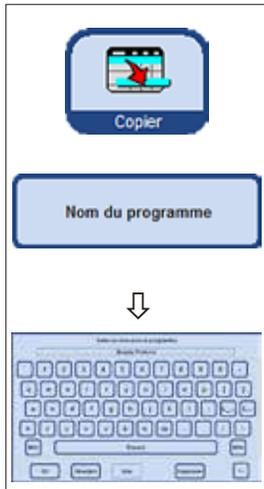

Fig. 159
- Toucher le bouton **NOM DU PROGRAMME** en haut du tableau et le clavier apparaît (fig. 159).